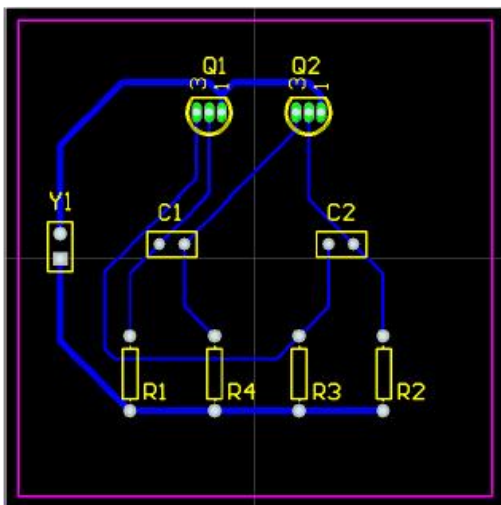

Figure 6. 手工布线板，导线放置在底层
11、现在你可按上述步骤类似的方法来完成板子上剩余的布线。 Figure 6 显示了手工布线的板子。